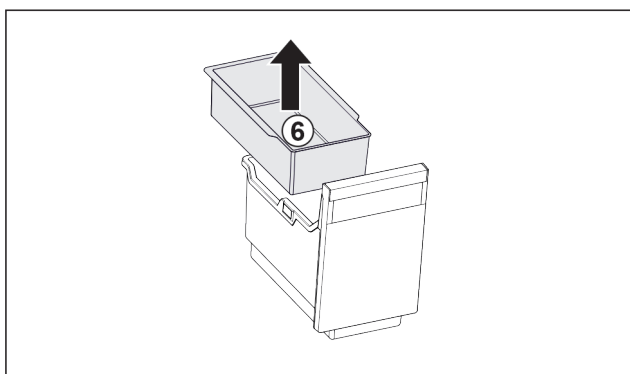

Fig. 140
- ▶ Einhängeschale Fig. 140 (6) entnehmen.